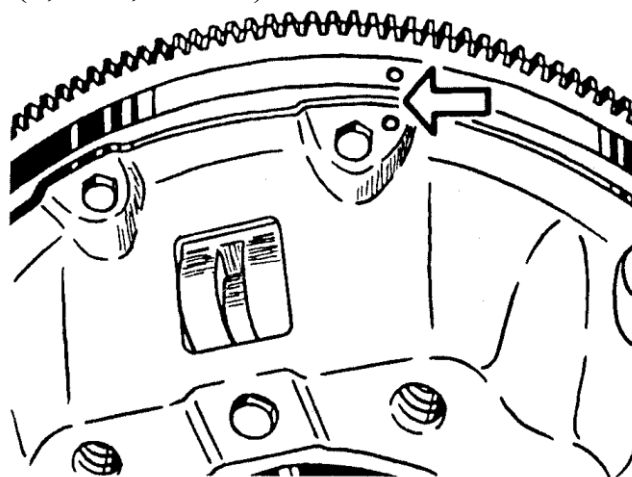

Рис.82. Расположение меток на маховике и кожухе сцепления
- привернуть к маховику нажимной диск сцепления с кожухом в сборе, предварительно отцентрировав ведомый диск сцепления при помощи шлицевой оправки (в качестве оправки можно использовать первичный вал коробки передач) по подшипнику в заднем торце коленчатого вала. Метки «О», выбитые на кожухе нажимного диска и маховике около одного из отверстий для болтов крепления кожуха, должны быть совмещены (рис.82). Затяжку болтов крепления кожуха производить в несколько приемов для исключения перекоса нажимного диска до момента $19,6 \dots 24,5 \text{ Н}\cdot\text{м}$ ($2,0 \dots 2,5 \text{ кгс}\cdot\text{м}$).